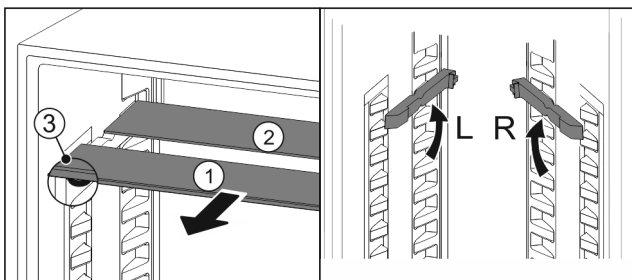

Fig. 52
- ▶ Steklene plošče posamično izvlecite Fig. 52 (1) naprej.
- ▷ Steklена plošča Fig. 52 (1) z okrasno letvijo je spredaj.
- ▷ Zaustavljalniki Fig. 52 (3) so obrnjeni navzdol.